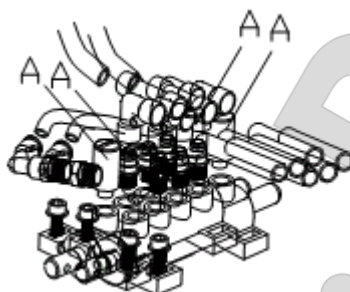

Рис. 13
2. Ослабьте глушители клапанов (А) педалей сжатия кулачков и отбортовки (рис. 13).
3. Прочистите глушители клапанов продув их сжатым воздухом. Если они повреждены – замените их (рис. 13).